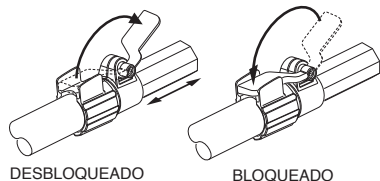

Figura 18 - Extendiendo la Pértiga Telescópica
1. Para extender la pértiga afloje la palanca de sujeción como se muestra en la figura 18. La pértiga se deslizará libremente.
3. Para bloquear la pértiga apriete la palanca de sujeción como se muestra en la figura 18.